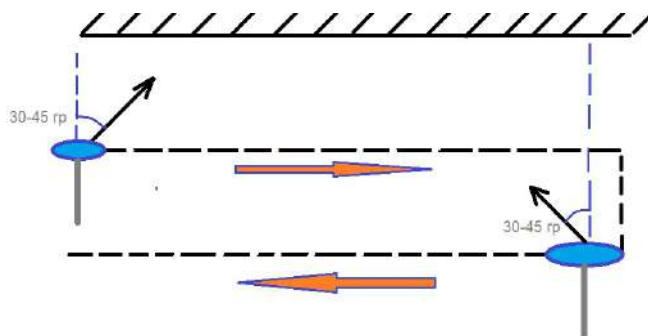

Рисунок 4.3.3
- Если точка расположена на плоскости стены, выполните съёмку в два прохода с изменением расстояния до точки, выдерживая угол 30-45 градусов относительно осей движения в сторону плоскости стены (Рисунок 4.3.3).